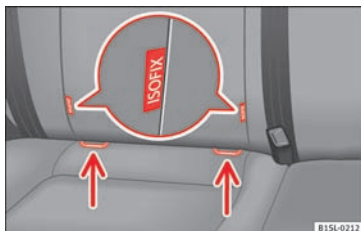

Fig. 21 På sædet: markeringsvarianter ved de nederste holdere til fastgørelse af børnesæder
- Sæt børnesædet på holderne i pilens retning »» Fig. 21. Børnesædet skal gå i hak, så det kan høres.
- Placer børnesædet på sædehynden, og hæng fastgørelsesremmen fast i holderne »» Fig. 21.